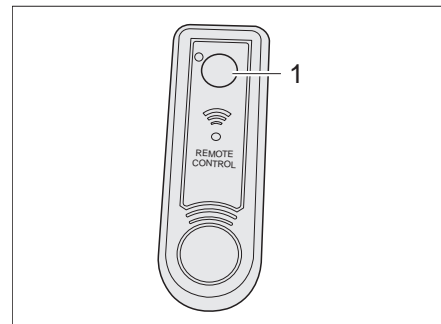

Fig. 110 Télécommande de la lampe dans le toit relevable
- Appuyer sur le bouton (Fig. 110,1) pour allumer et éteindre la lampe.